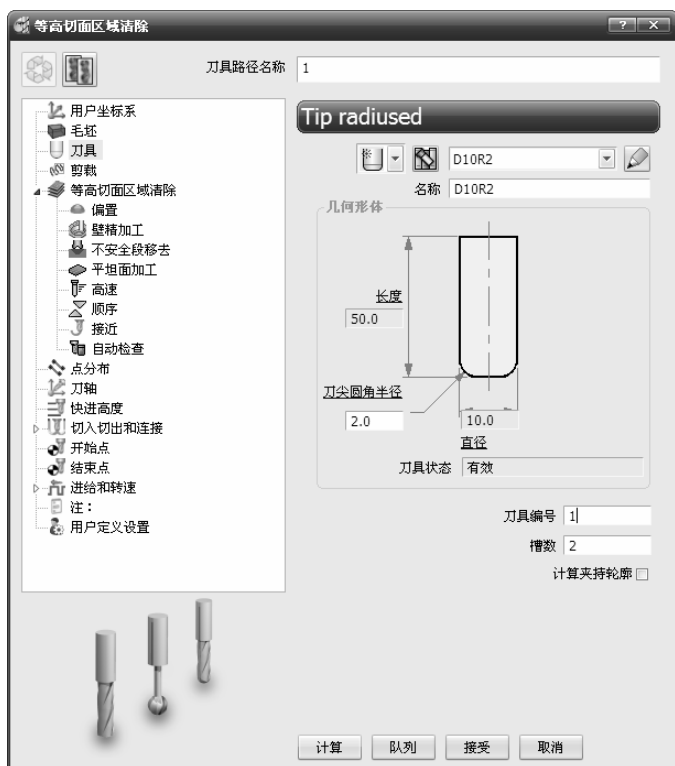

图 2-98 “等高切面区域清除”对话框
6) 单击主工具栏上的“刀具路径策略”按钮,弹出“策略选取器”对话框,单击“三维区域清除”选项卡,选中“等高切面区域清除”选项,单击“接受”按钮,弹出“等高切面区域清除”对话框,如图 2-98 所示。